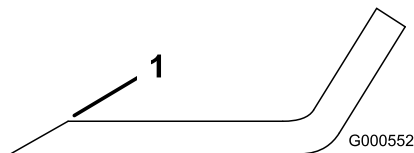

Bild 55
1. Schärfen Sie die Schnittkante an beiden Enden des Schnittmessers mit einer Feile (Bild 55).
Hinweis: Feilen Sie, wenn das Schnittmesser nicht ausgewuchtet ist, vom Flügelbereich des Messers etwas Metall ab (Bild 55).